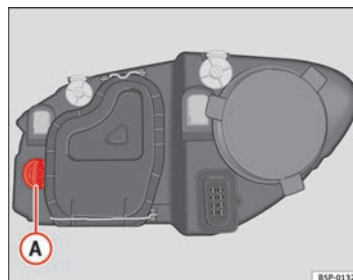

Fig. 186 Ampoule du clignotant
- Tournez le support d'ampoules ⇒ fig. 186 Ⓐ vers la gauche puis tirez.